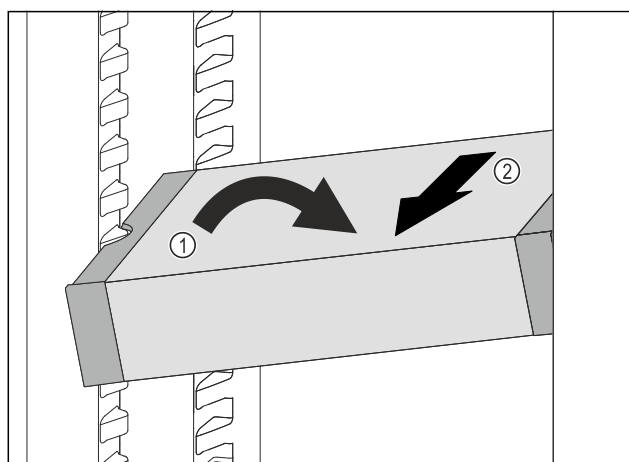

Fig. 79
- ▶ 在冷藏区中倾斜 VarioSafe。 Fig. 79 (1)
- ▶ 向前取出 VarioSafe。 Fig. 79 (2)